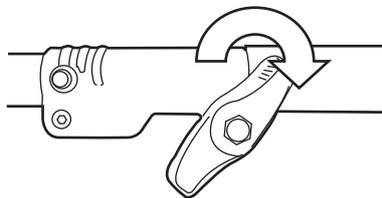

Fig. 2c
- Serrer le raccord en serrant la manette de verrouillage (A14) dans le sens des aiguilles d'une montre (voir Fig. 2c).